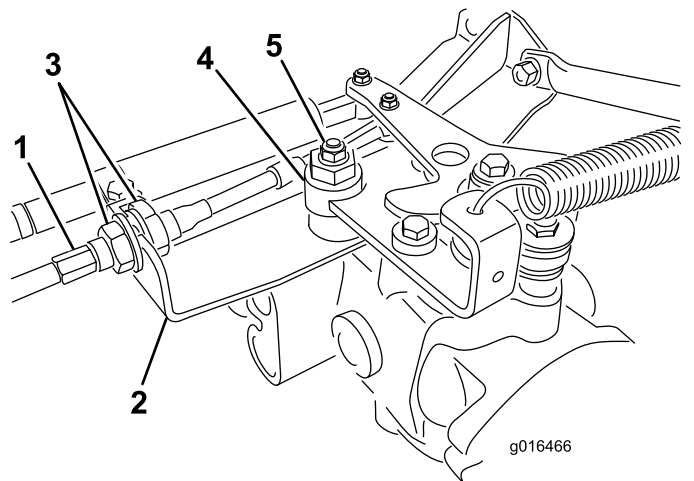

Figure 47
- A. Desserrez les deux écrous de blocage qui fixent le câble de commande de transmission à la traversée sur l'hydrostat (Figure 47). Desserrez les écrous de blocage uniformément et suffisamment pour permettre le réglage.
Remarque: Desserrez l'écrou de fixation de l'excentrique en haut de l'hydrostat (Figure 47).
- E. Lorsque la roue arrête de tourner, serrez l'écrou pour bloquer l'excentrique et le réglage (Figure 47).
- G. De chaque côté de la traversée, serrez les contre-écrous uniformément pour fixer le câble de transmission à la traversée (Figure 47). Ne tordez pas le câble.